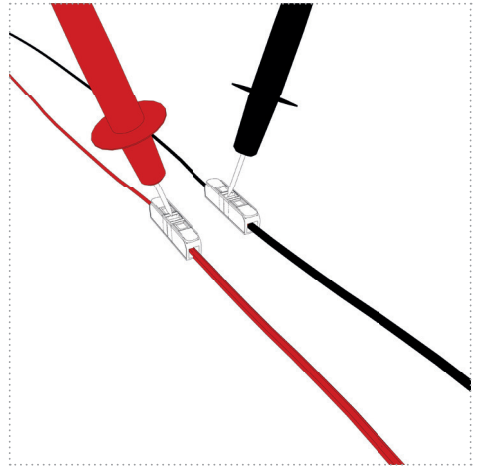

Abbildung: 21
6. Stecken/drehen Sie die Sicherung des Stromkreises der UV-Einheit wieder ein und überprüfen sie auf die korrekte Netzspannung an den Prüfföffnungen der Verbindungsklemmen (*Abbildung 21*).